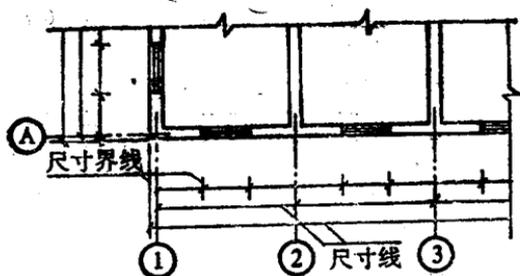

图1-6 尺寸注法
(3) 细实线
①表示次要可见轮廓线及图例线。
②尺寸线和尺寸界线（图1-6）。
③引出线 用文字说明图纸上某一部位的尺寸、标高、材料做法等，但该处尺寸有限，可用引出线引到适当部位注